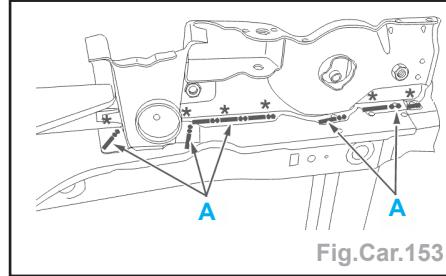

Fig.Car.153
- Découper par fraîsage des points et par meulage des points (suivant A) (Fig.Car.153).